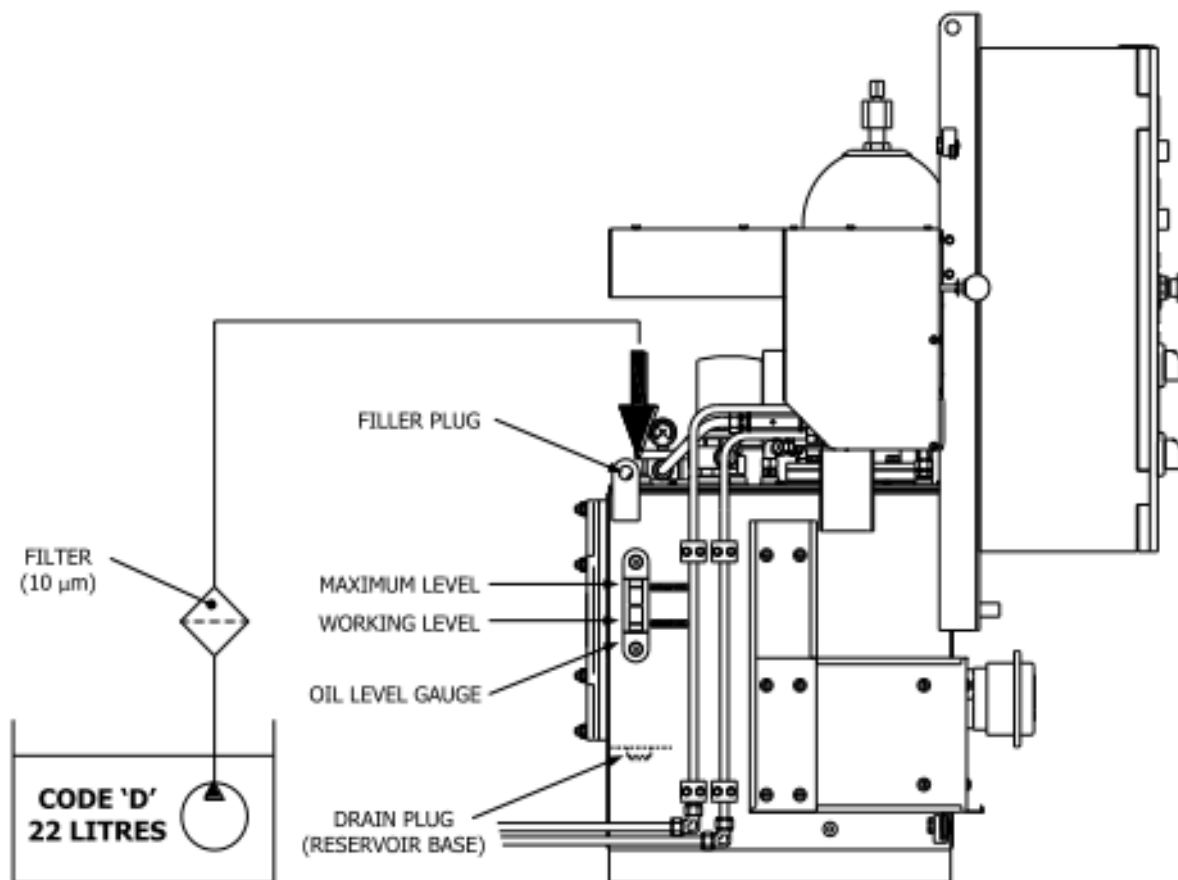

Figure 8.18 : Remplissage du réservoir du système hydraulique
- Retirez le bouchon de remplissage du réservoir hydraulique et remplissez-le avec de l'huile filtrée (10 μ m) au « Niveau maximum » sur la jauge. Voir figure 8.18 : Remplissage du réservoir du système hydraulique.